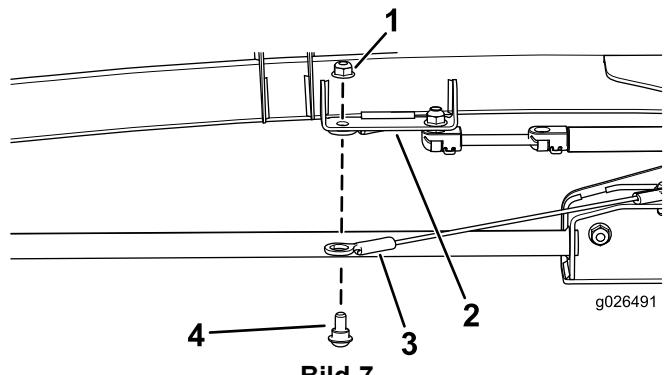

Bild 7
2. Befestigen Sie das andere Ende der Verbindungsleine mit einer Ansatzschraube (5/16" x 1/2") und einer Sicherungsmutter (5/16") an der vorderen Strebenhalterung des Kabinenrahmens, wie in Bild 7 abgebildet.